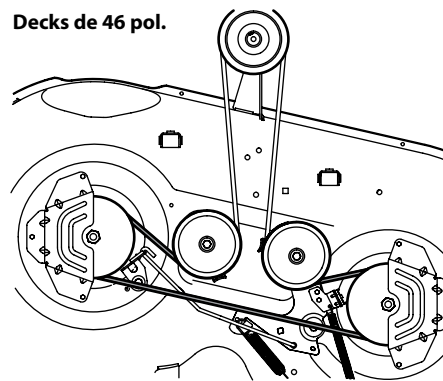
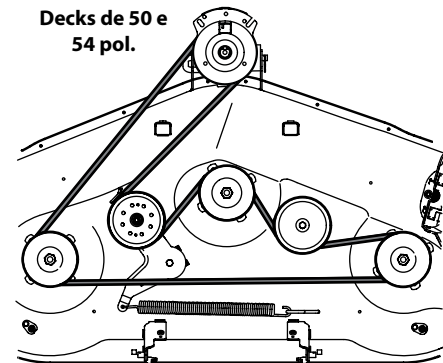

Figura 4-9
Figura 4-10
4. Coloque a nova polia tal como se vê numa das figuras das páginas seguintes. Consulte Figura 4-9 para os decks de 42" (106 cm), Figura 4-9 para os decks de 46" (116 cm) Figura 4-10 para os decks de 50" e 54" (127 e 137 cm).